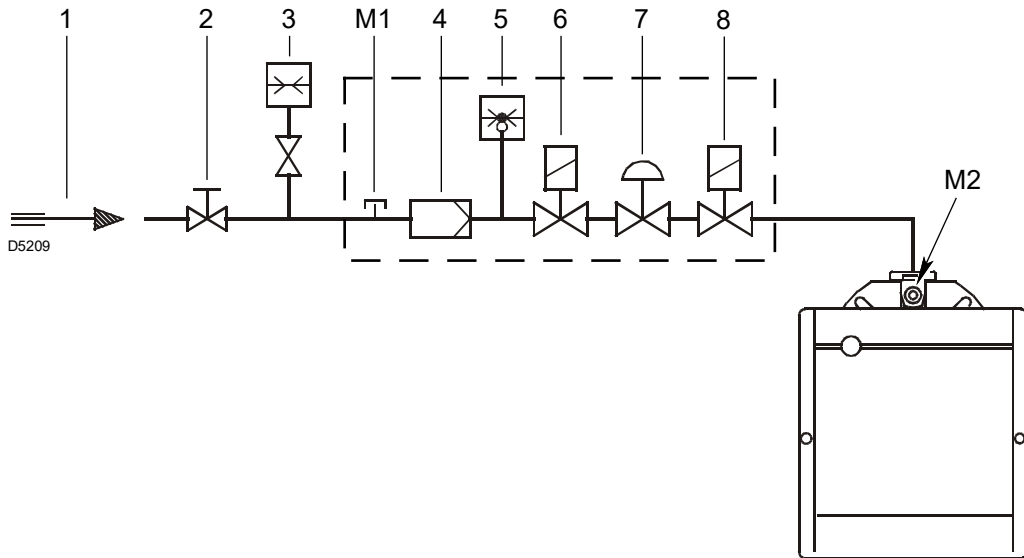

Fig. 16
Legenda (Fig. 16)
Pressione del gas misurata alla presa M2)(Fig. 16), con:
- sottrarre dalla pressione del gas alla presa M2)(Fig. 16) la pressione in camera di combustione.
Pressione del gas alla presa M2)(Fig. 16) = 10 mbar
Per conoscere invece la pressione del gas necessaria alla presa M2) (Fig. 16), fissata la potenza massima di modulazione alla quale si desidera funzioni il bruciatore:
- Leggere sulla destra, colonna 1, la pressione alla presa M2) (Fig. 16).